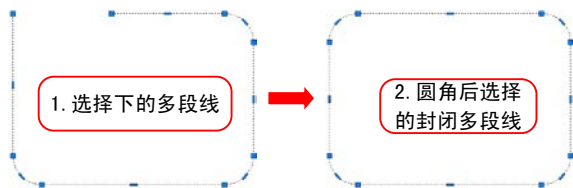

图 1-7 圆角方式创建封闭多段线
2) 多段线: 在 AutoCAD 2014 中, 多段线可以通过自我圆角来创建封闭的多段线, 如图 1-7 所示。而在 AutoCAD 2014 之前的版本中, 对未封闭多段线进行圆角或倒角时, 会提示“无效”。